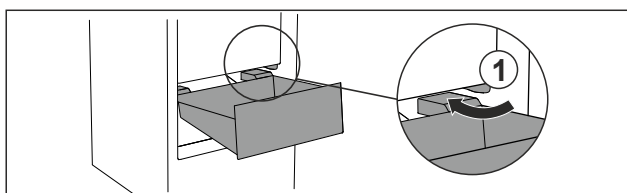

Fig. 31
- Zásuvku ved'te šikmo podél zářežek Fig. 31 (1).